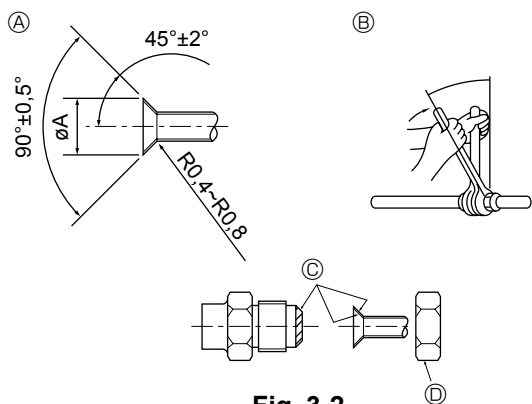

Fig. 3-2
3.2. Collegamento dei tubi (Fig. 3-2)
- ④ Dimensioni di taglio per raccordo a cartella